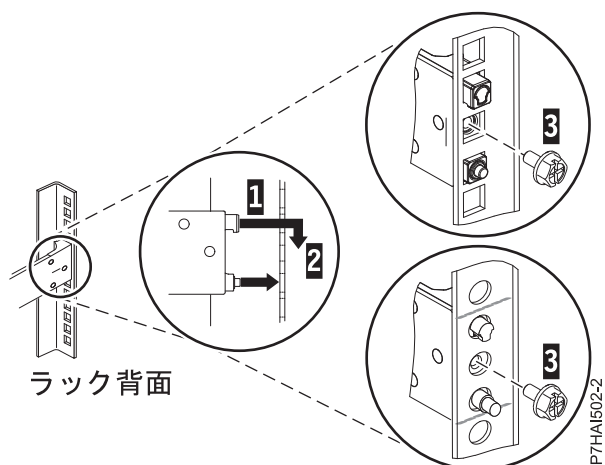

図 20. ラック背面の穴へのピンの位置合わせおよび噛み合わせ
3. スライド・レールの後部にある 2 つのピンの位置を、事前にマークを付けた、選択済みの EIA 単位の上下 2 つの穴に合わせます。スライド・レールを手前に引いて、2 つのピンをラックの穴に挿入し (1)、スライド・レールを下方に下げて (2) 上部のピンのフック機構を噛み合わせます。詳しくは、25 ページの図 20 を参照してください。次のステップに進む前に、2 本のピンがラックの穴から出ていることを確認してください。